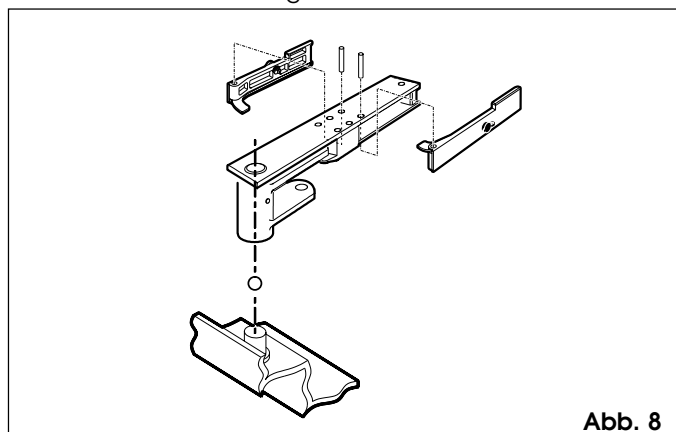

Abb. 8
- 1) Entriegelungshebel und Lagerbügel zusammenbauen und den Lagerbügel dann auf den Bolzen des tragenden Gehäuse einstecken, hierbei die mitgelieferte Kugel (Abb. 8) nicht vergessen.